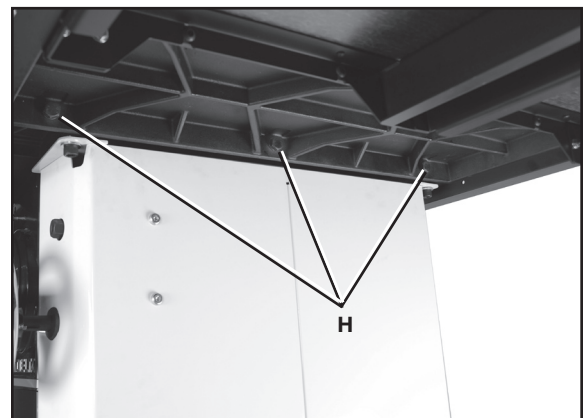

FIG. 7
1. Alinee los tres orificios de la base de extensión con los tres orificios que se encuentran al costado del banco de la sierra. Se muestra la base ensamblada en la Fig. 7.
3. Use un borde recto para nivelar la base de extensión al banco de la sierra antes de ajustar los tres pernos (H), Fig. 7. Use una llave abierta de 18 mm y comience ajustando un perno de cada lado.